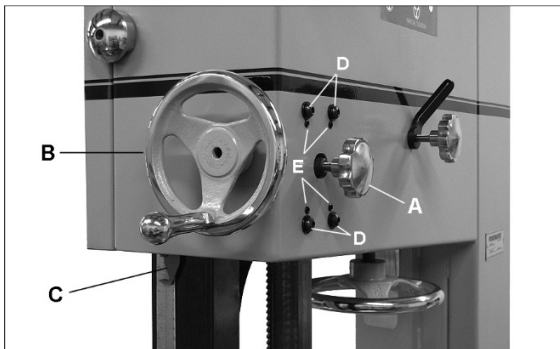

Рис. 32: регулировка направляющей стойки
См. Рис. 32.
2. Ослабьте ручку фиксации направляющей стойки (Рис. 32, А) и поднимите или опустите стойку путем вращения маховика (Рис. 32, В).
3. Расположите узел направляющих так, чтобы расстояние между нижней частью направляющих подшипников и обрабатываемым материалом составляло около 5 мм. Или просто опустите направляющую стойку до тех пор, пока указатель шкалы (Рис. 32, С) не покажет высоту заготовки. Это обеспечит минимальный зазор между заготовкой и направляющими подшипниками, что максимально снизит отклонение пильного полотна, а также повысит безопасность оператора.
4. Затяните ручку фиксации направляющей стойки (Рис. 32, А).
4. Ослабьте запорный рычаг (Рис. 32, А) и поднимите направляющую стойку в верхнее положение.
6. Если направляющая стойка ходит вверх и вниз не по прямой (пильное полотно отклоняется, когда направляющая стойка поднята), слегка ослабьте четыре винта (Рис. 32, D).
7. Выравнивание вправо/влево осуществляется путем совместной регулировки четырех винтов (Рис. 32, D); выравнивание вперед/назад осуществляется с помощью регулировочных винтов (Рис. 32, E).
8. По завершении регулировки плотно затяните винты (Рис. 32, D).